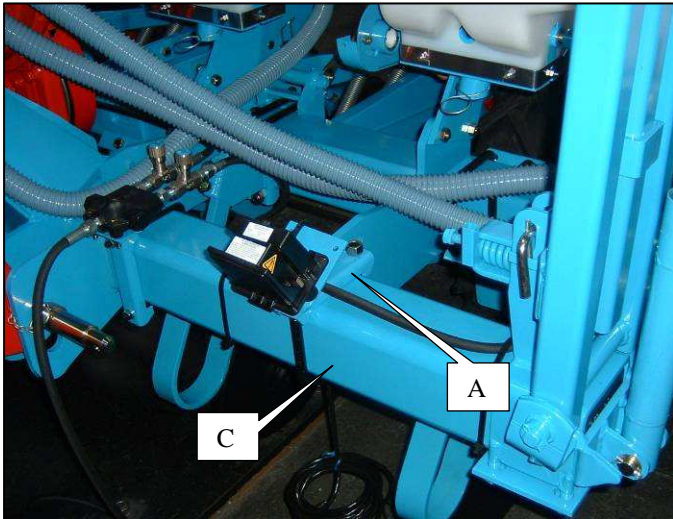
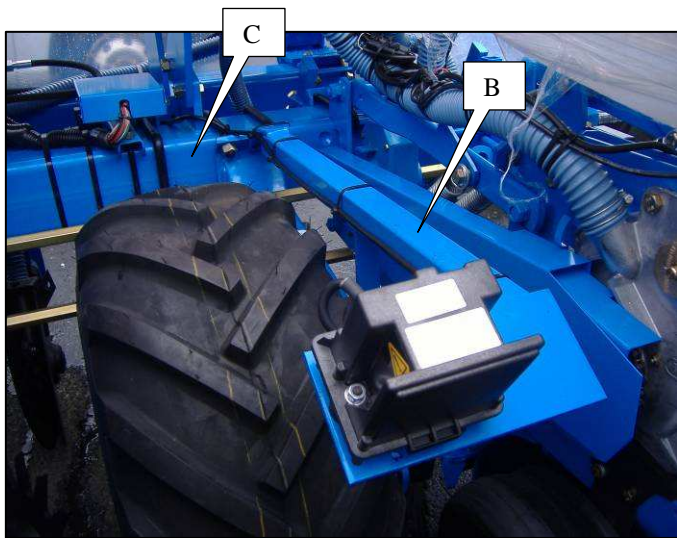

Fig. 1
Fig. 2
- Posizionare entrambi i magneti A su i loro supporti B (Fig.1), dovendo la faccia rossa del magneti trovarsi di fronte al sensore di ruota C, poi fissare entrambi i supporti sulla ruota posizionandoli **a 180° uno dall'altro** rispetto al centro della ruota.
- Il sensore di ruota deve venire installato sul blocco ruota a mezzo di un braccio di fissaggio D (Fig. 2) e la **distanza tra il sensore ed i magneti è di 4 mm**.
Le kit de montage comprend un support de fixation sur semoir A (Fig.1) ou un support de fixation sur bloc roue B (Fig.2)
-Installer le support sur le châssis du semoir C (voir Fig.1 et 2).